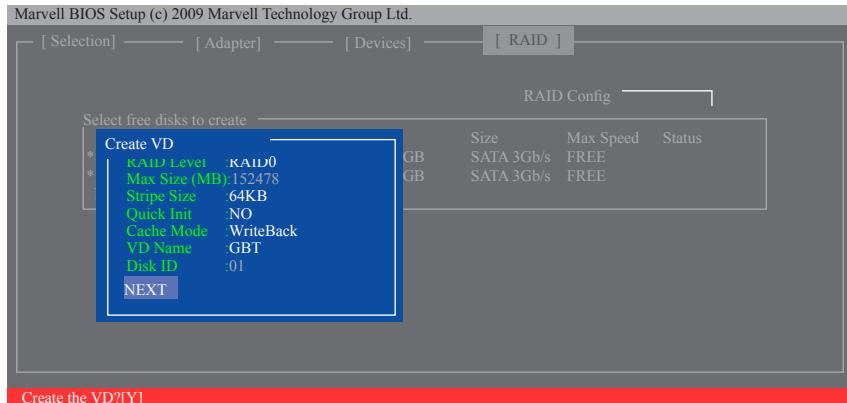

図8
6. **NEXT:**上の設定を完了した後、**NEXT**に移動して<Enter>を押すアレイの作成を開始します。確認を求められたら、<Y>を押して確認するか<N>を押してキャンセルします(図8)。